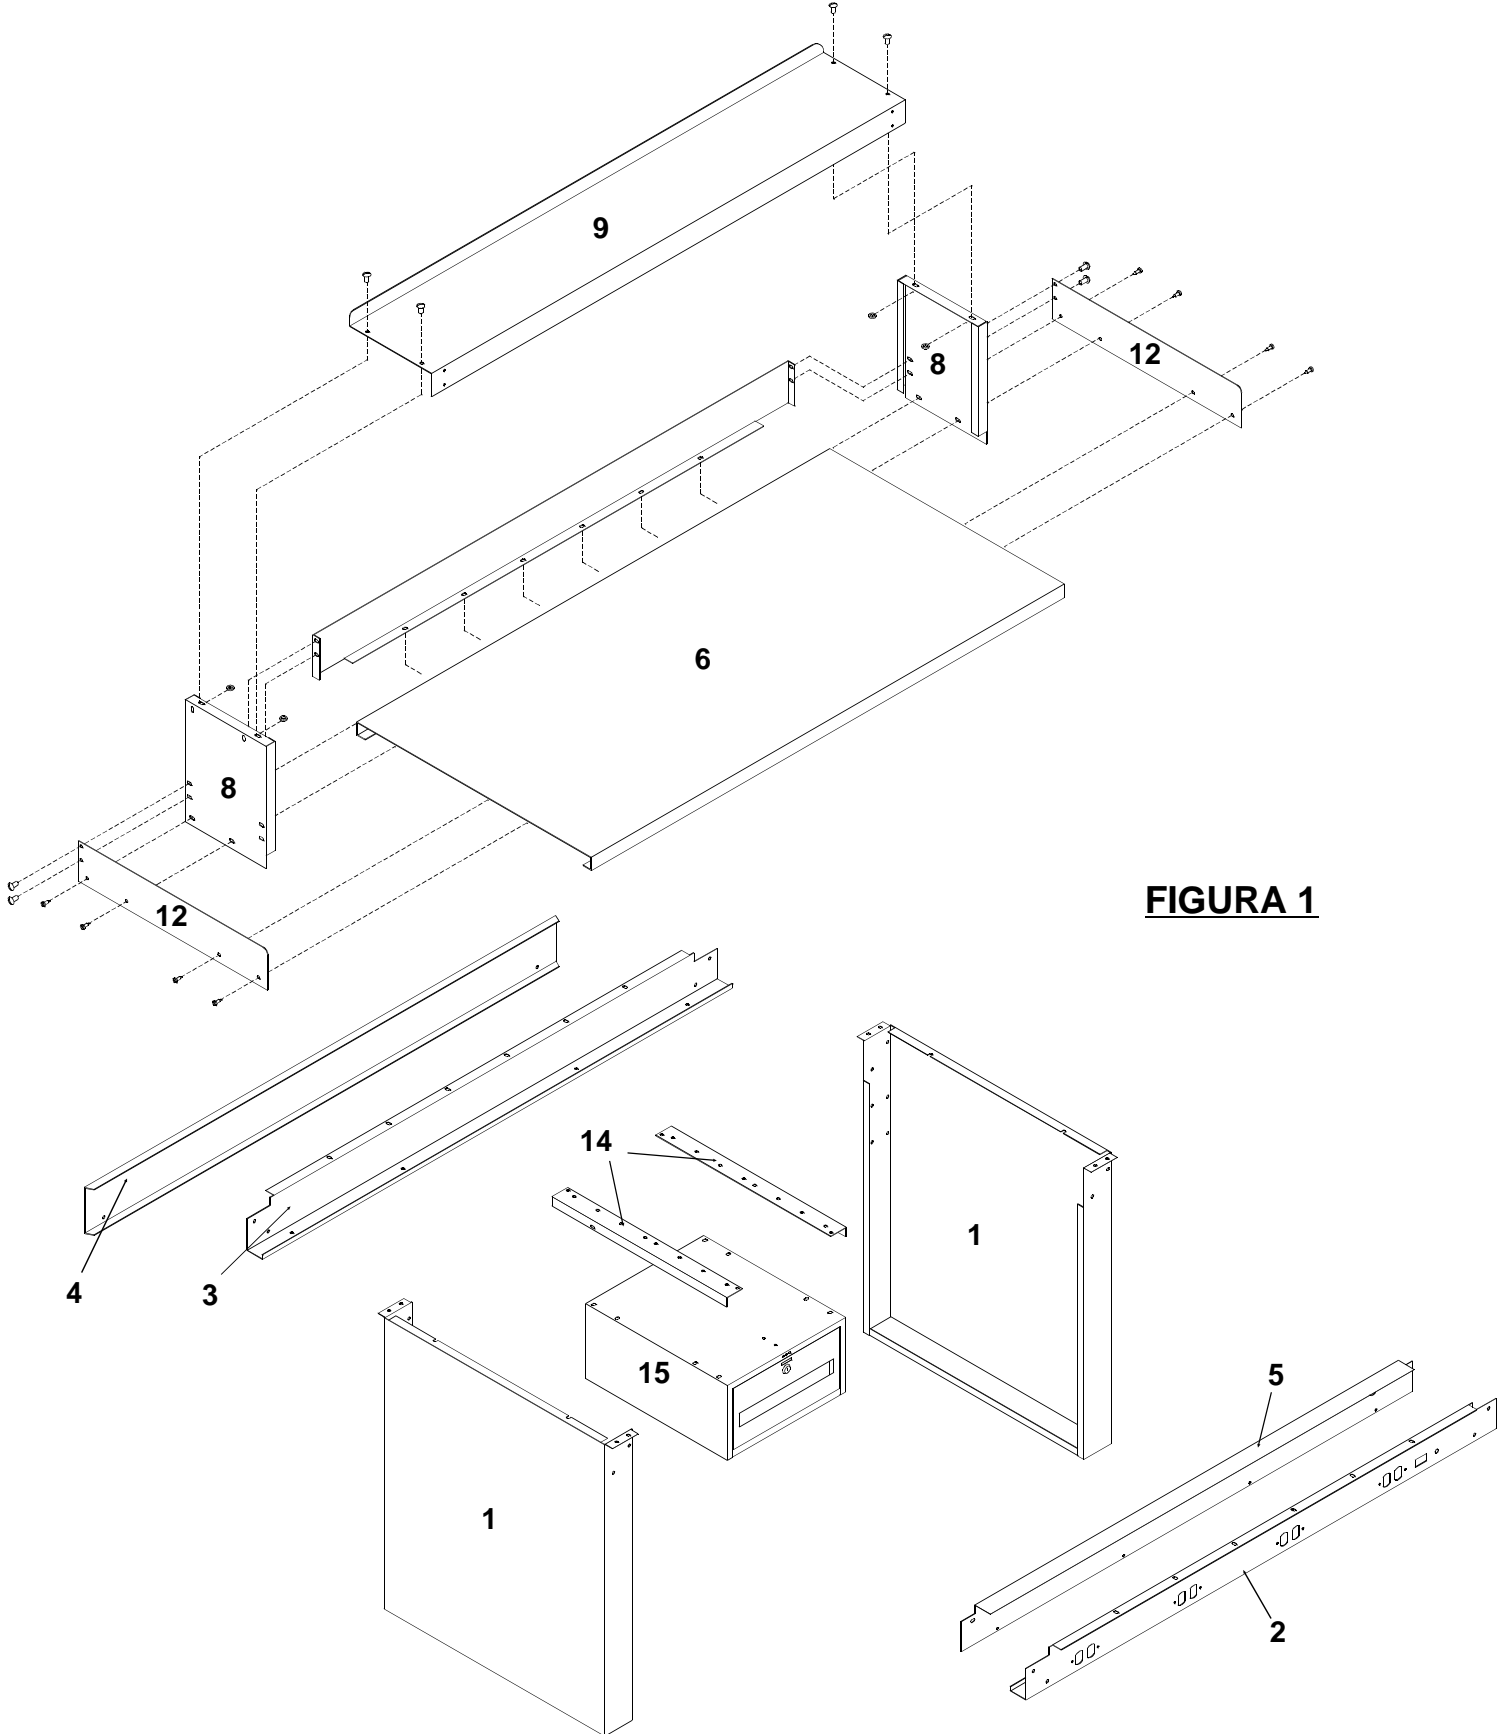

FIGURA 1
1. Coloque verticalmente las patas (1) del panel como se muestra en la Figura 1 del dibujo de ensamblaje. Las patas se deben situar aproximadamente a 134,6 cm entre sí para las unidades de 152,4 cm y con una separación entre patas de 165,1 cm para las unidades de 182,9 cm.
2. Coloque el panel de receptáculos (2) dentro del panel de las patas y asegúrelo con cuatro pernos de 1/4"-20 x 5/8" y sus tuercas correspondientes. (Los orificios de montaje del tirante van situados hacia atrás.)
3. Cada tirante (4) [suministrado con la superficie de trabajo] se coloca hacia la parte posterior de las patas del panel, tal como se muestra en las figuras. Sujételos con ocho pernos de 1/4"-20 x 5/8" y sus correspondientes tuercas y arandelas.
4. Coloque el panel trasero (3) dentro de las patas del panel y sujételo con cuatro pernos de 1/4"-20 x 5/8" y sus tuercas correspondientes.
6. Coloque las cubiertas de acceso al conducto del alambrado (5) en la brida de la parte inferior trasera del panel de receptáculos empleando cuatro tornillos #10 del tipo empleado para sujetar planchas metálicas.
7. Coloque la superficie de trabajo (6) al conjunto de la estructura haciendo uso de las instrucciones apropiadas que se citan a continuación:
Plataforma Estándar (Figura 1):